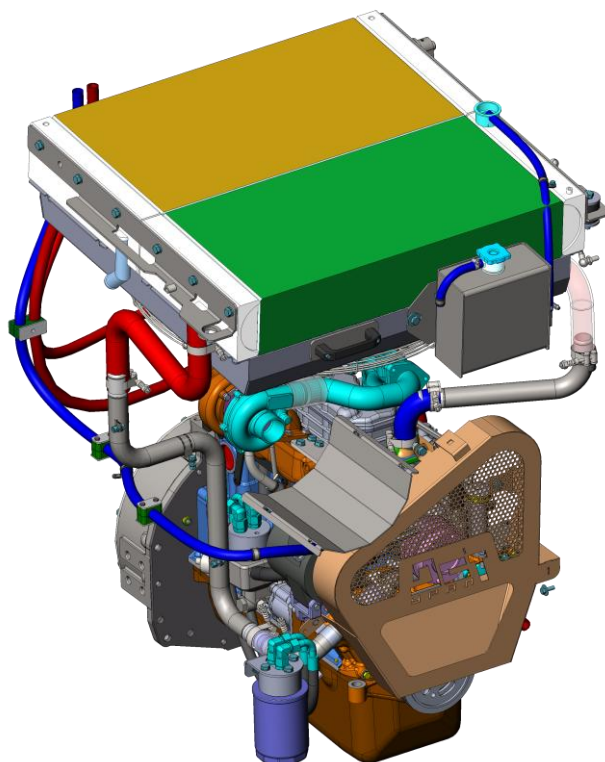

Рисунок 5.67. Система охлаждения – осмотр на предмет протечек
- Осмотреть блок радиаторов, трубопроводы, места подключения к блоку радиаторов, к двигателю, прокладку трубопроводов по машине на предмет наличие протечек и повреждений, см. рис. 5.67.